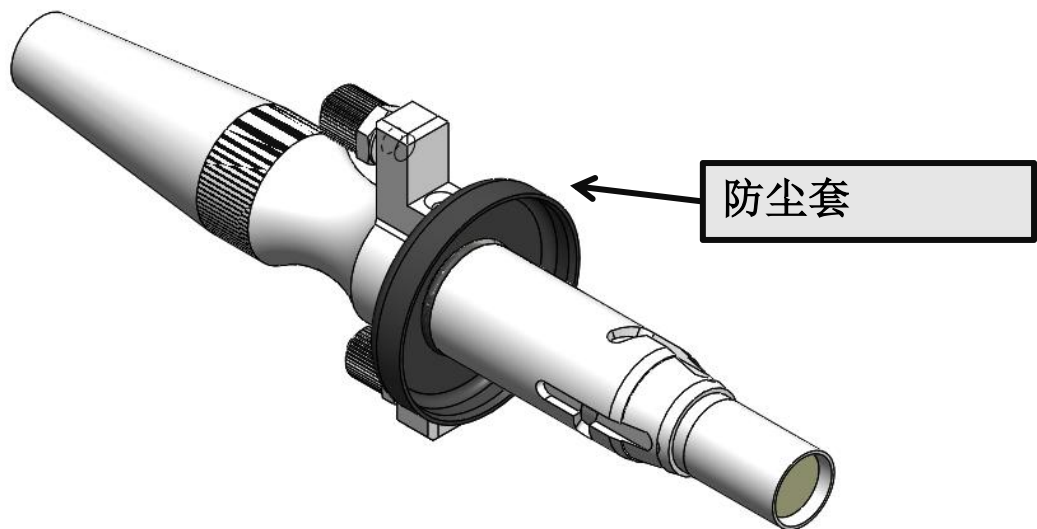

图2.2
- ② 将配件中白色小盒子内的防尘套套进光纤头上，如下图2.2所示：